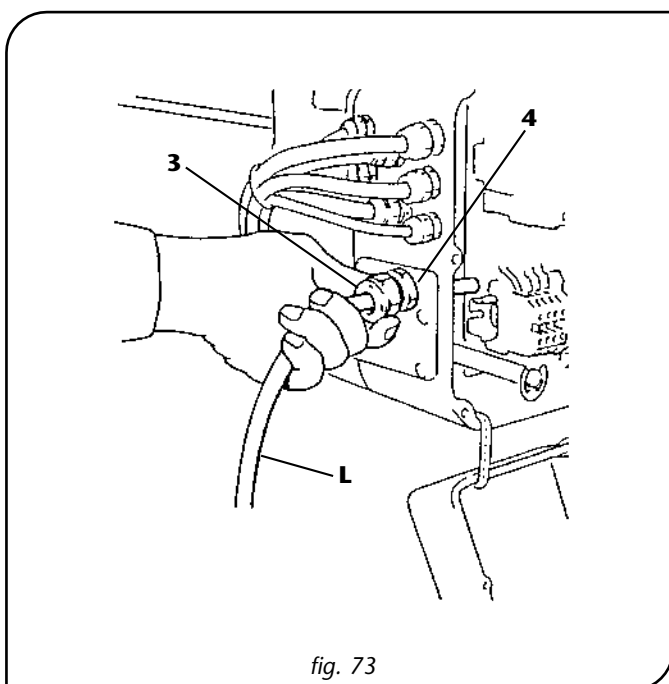

fig. 73
4. Desserrer l'écrou -3- de la borne de raccordement de câble -4-, introduire le câble d'alimentation réseau -L- dans la borne et serrer à fond l'écrou de la borne de raccordement de câble (fig. 73).